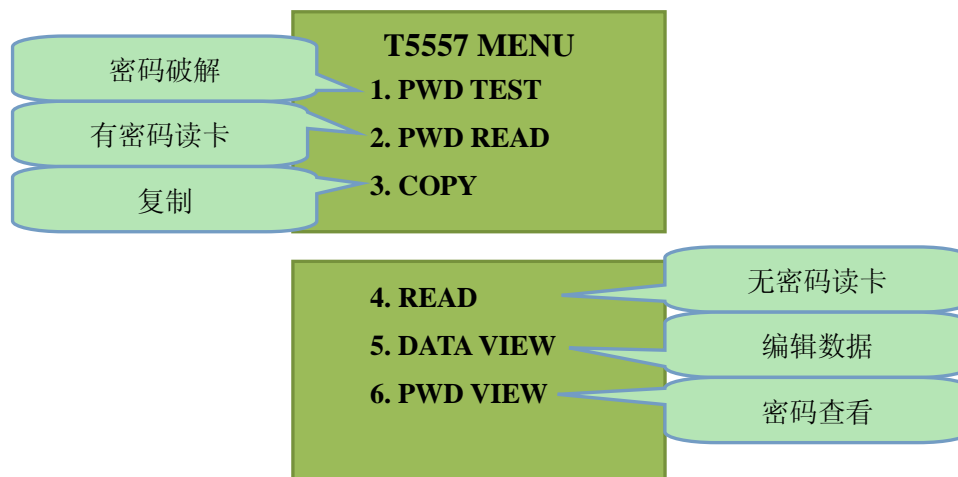

图 2.6.2 T5557 菜单
**第二步：**通过▲▼移动键，移动选单至第一项 T5557，按 ENT 进入“图 2.6.2”所示界面。